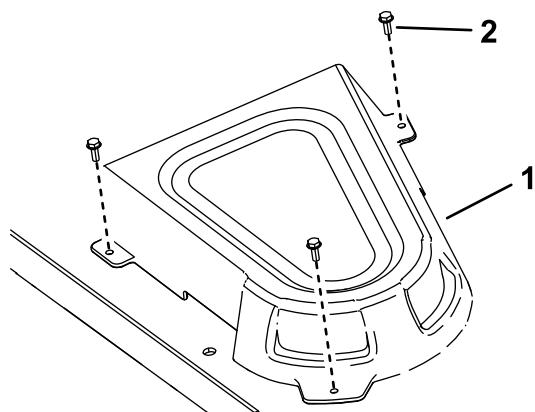

Figure 65
4. Déposez les couvercles de poulie (Figure 65).
8. Reposez les couvercles de poulie (Figure 65).